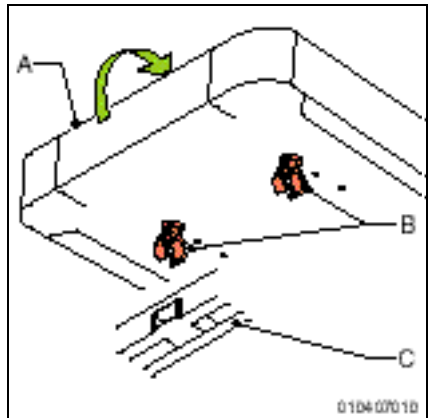

Abbildung 32
1. Ziehen Sie das Sitzkissen (A) nach oben (Abb. 32).